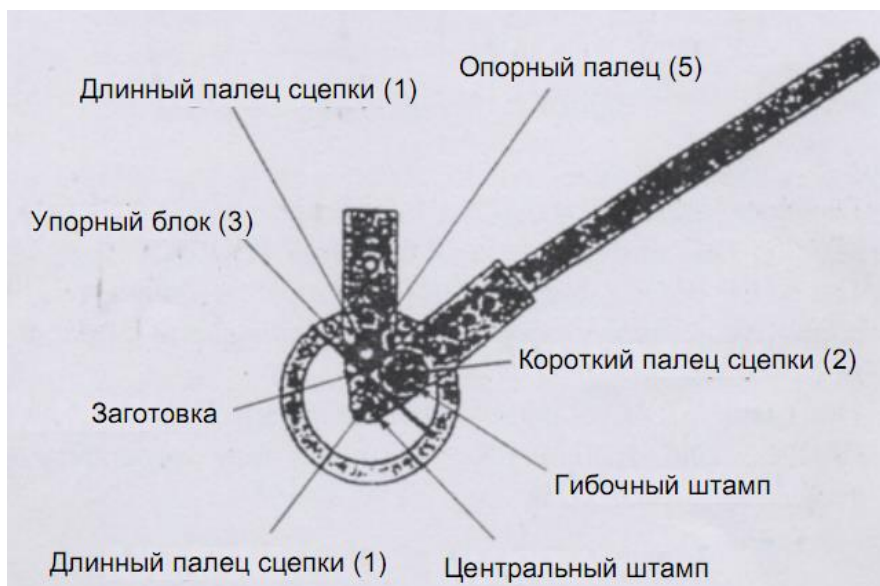

Рис. 3 - Использование упорного блока
Шаг 1: Упорный блок (3) удерживает заготовку на месте, в то время как выбранный гибочный штамп (17-23) на рукоятке (9) огибает ее вокруг длинного пальца сцепки (1) или выбранного центрального штампа как показано на Рис. 3. Заготовка будет изгибаться в виде гибочного штампа вокруг длинной длинного пальца сцепки (или центрального штампа). См. Рис. 3.